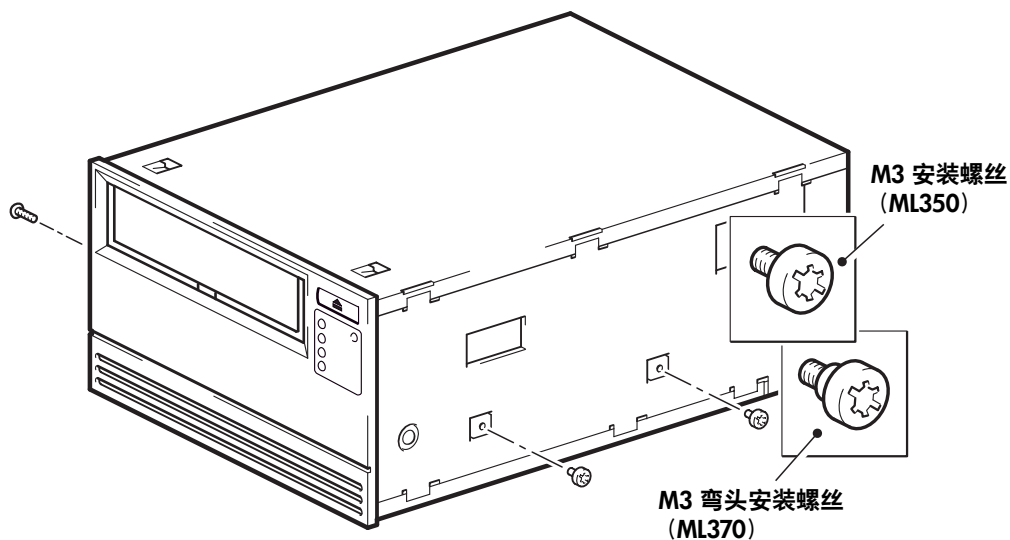

图 5b: 在一台普通的 HP ProLiant 350 或 370 服务器上拧上安装螺丝
- 1 使用 T8 Torx 螺丝刀来拧紧相应的螺丝。您可能需要单独购买 M3 螺丝。如图 5b 所示放置螺丝。